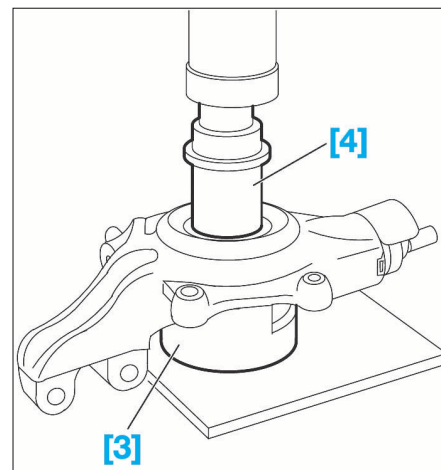

FIG. 31
- Repositionner la cage intérieure (2) dans son logement.
- Mettre en contact l'outil [4] avec la cage du roulement (Fig.31).